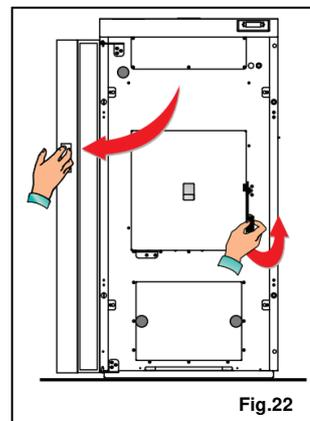

Fig.22
- Aprire l'antina, agendo manualmente sulla maniglia (fig.22).